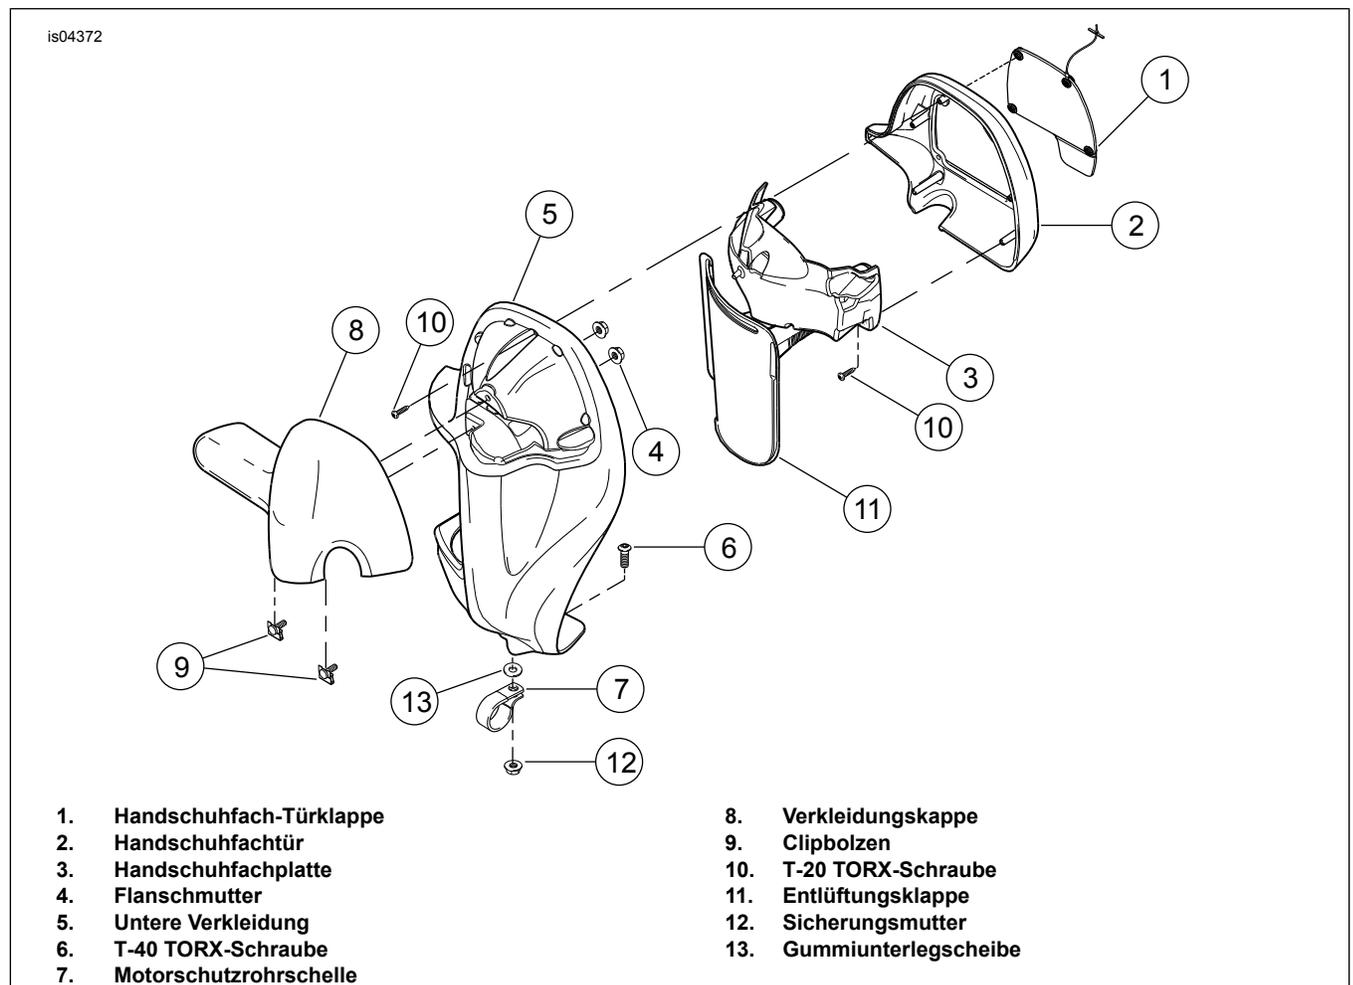
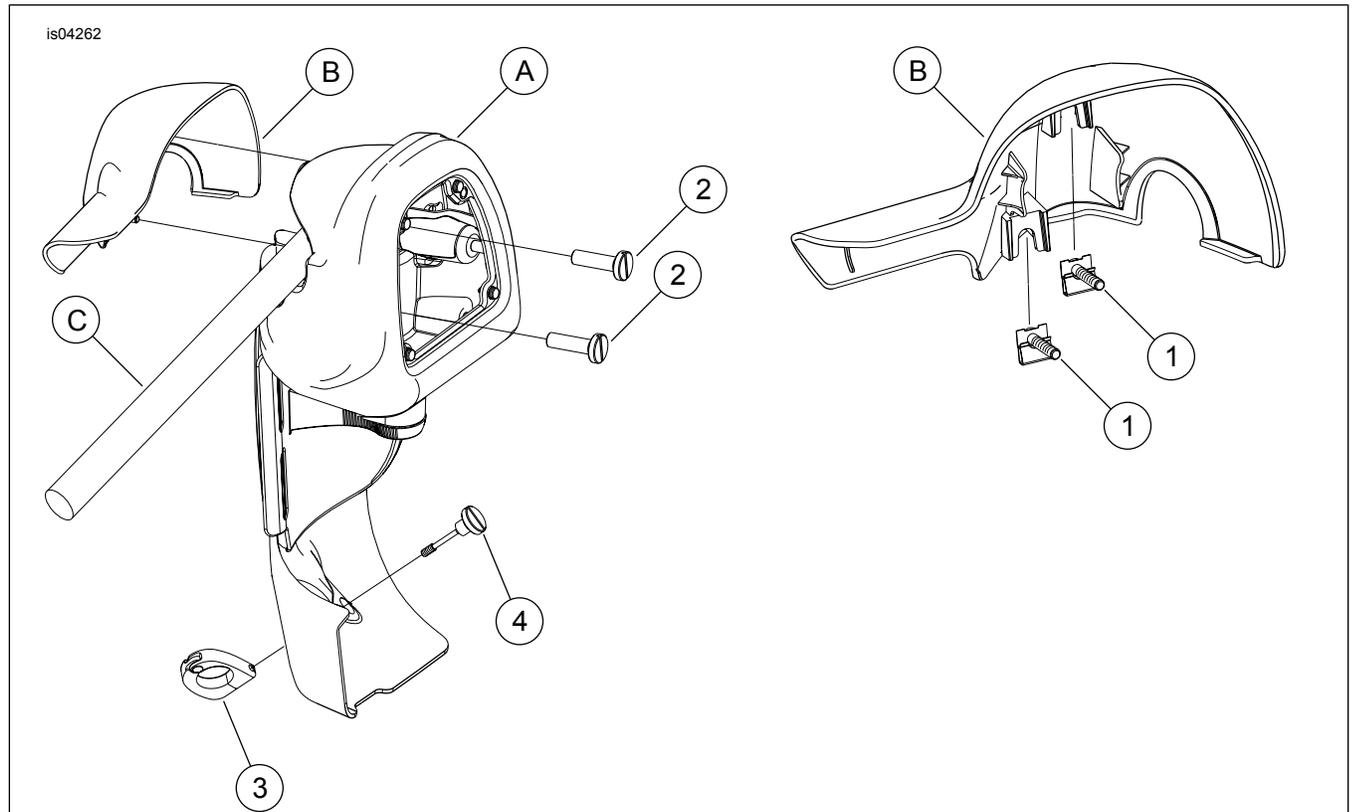

Abbildung 1. Originalverkleidung, untere Baugruppe
Abbildung 3. Ersatzteile: Befestigungsteilesatz für abnehmbare untere Verkleidung
Siehe Abbildung 3 und Tabelle 1.
1. Siehe Abbildung 1. Die Schnappverschlüsse lösen, um die Handschuhfach-Türklappe (1) freizugeben. Den Anker am Zugseil aus der Bohrung in der Handschuhfachtür (2) freisetzen. Die Türklappe zur Seite legen.
2. In das Handschuhfach reichen, die zwei Flanschnuttern (4) von den Clipbolzen (9) entfernen und die Verkleidungskappe (8) ausbauen. Sofern notwendig, die Bolzenenden durch die Bohrungen in Handschuhfachplatte (3) und Verkleidungskappe (8) schieben, da es sonst zu Schäden kommen könnte.
3. Die Sicherungsmutter (12) unten an der unteren Verkleidung (5) fixieren und die innere T-40 TORX®-Schraube (6) drehen, um die Baugruppe von der Motorschutzrohrschelle (7) zu lösen. Gummiunterlegscheibe (13) aufbewahren. Schelle und Befestigungsteile entsorgen.
5. Die drei T-20 TORX®-Schrauben (10) entfernen, um die Handschuhfachtür und die Handschuhfachplatte (3) von der unteren Verkleidung zu lösen. Die Entlüftungsklappe (11) nicht von der Platte entfernen.
1. Siehe Abbildung 1. Die Original-Clip-Sicherungsschrauben (9) mit einem Schlitzschraubendreher von der Verkleidungskappe (8) abschrauben. Darauf achten, dass die Cliphalterungen nicht beschädigt werden.
2. Siehe Abbildung 3. Die neuen Clip-Sicherungsschrauben (1) aus dem Satz fest auf die Cliphalterungen drücken.
- a. Bei in der unteren Verkleidung (A) angebrachter Handschuhfachauskleidung sorgfältig die Position der beiden Befestigungslöcher der Verkleidungskappen (B) auf der Handschuhfachauskleidung markieren.
- b. An den markierten Stellen runde Löcher mit einem Durchmesser von ca. 9/16 in bohren oder ausstanzen. Die Löcher müssen groß genug sein, damit der Schaft der Flügelmuttern (2) ungehindert eingepasst und die Verkleidungskappe (B) problemlos installiert werden kann.
5. Siehe Abbildung 3. Flügelschraube (4) durch die Oberseite der unteren Verkleidung (A) und die Gummiunterlegscheibe einsetzen (siehe Abb. 1). Ein wenig Anti-Seize Lubricant (Schmiermittel) auf das Gewinde der Flügelschraube (4) auftragen. Die Flügelschraube (4) in die obere Hälfte der Motorschutzrohrschelle (3) eindrehen.
6. Die untere Verkleidung (A) und die Motorschutzrohrschelle (3) am Motorschutzbügel montieren. Dabei muss das Scharnierteil der Motorschutzrohrschelle (3) zur Vorderseite des Motorrads hin zeigen. Die Flügelschraube (4) lose in den unteren Teil der Motorschutzrohrschelle (3) eindrehen.
7. Die untere Verkleidung (A) an den oberen Teil des Motorschutzbügels halten. Die Verkleidungskappe (B) über dem Motorschutzbügel anbringen und die Sicherungsschrauben (1) durch die Befestigungslöcher in der unteren Verkleidung (A) stecken. Die Flügelmuttern (2) von der Innenseite des Handschuhfachs aus lose auf die Sicherungsschrauben (1) aufschrauben.